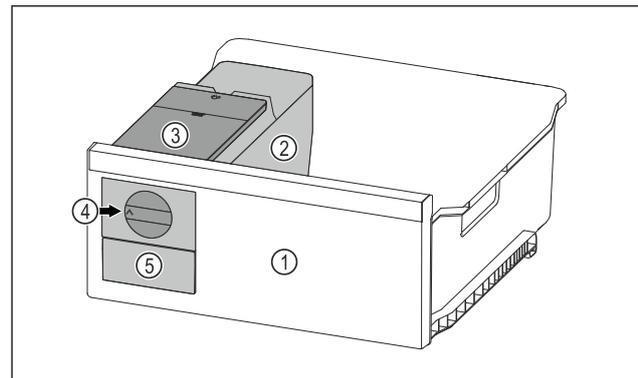

Fig. 77 Beispielhafte Darstellung
- ▶ Drehknopf Fig. 77 (4) im Uhrzeigersinn bis zum Anschlag drehen.
- ▷ Eiswürfel fallen aus der Eiswürfelschale in das Eiswürfelschubfach Fig. 77 (5).